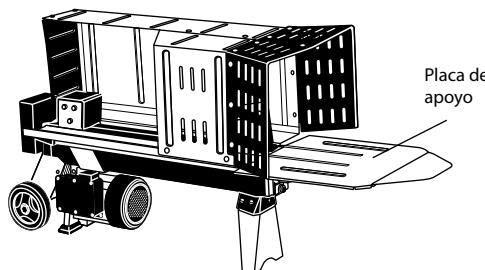

Fig. 3
5. Coloque la placa de soporte delante de la máquina (Fig. 3).